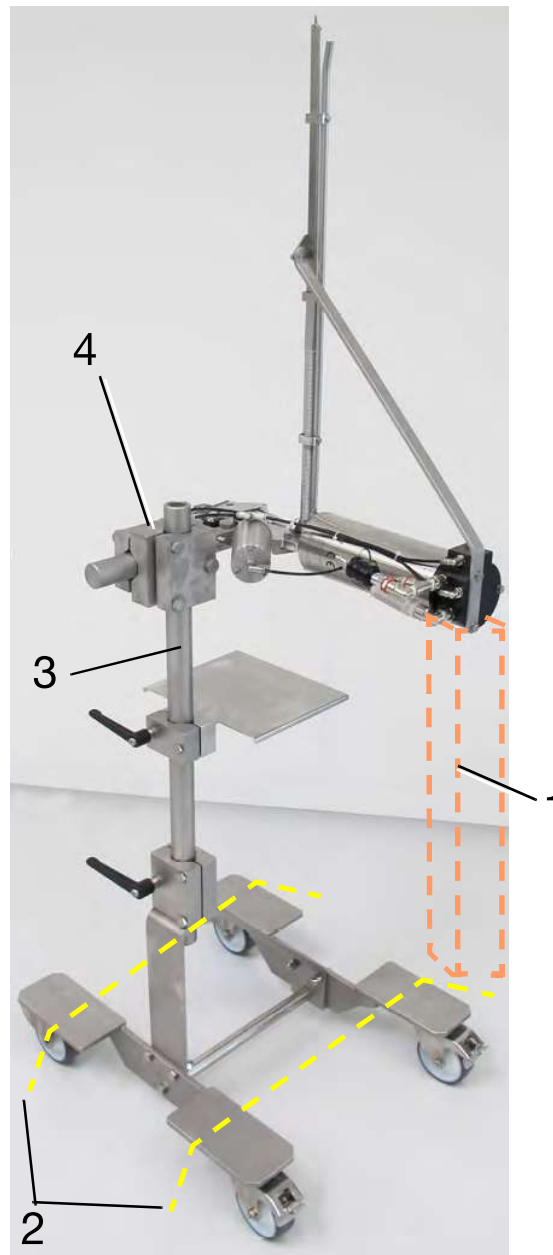

Bild 1-17 1 Stützbalken
- Maschinen in horizontaler Ausführung mit Rollgestell müssen von zwei Personen gehoben werden. Die Kreuzklemme (4, Bild 1-17) und das Rohr des Rollgestells (3, Bild 1-17) sind geeignete Punkte zum Anheben.
- Bei Maschinen in horizontaler Ausführung mit Rollgestell müssen die Feststellbremsen arretiert werden. Das Rohr des Rollgestells muss in der tiefsten Position arretiert werden, damit der Schwerpunkt möglichst tief liegt (Bild 1-16). Die Maschine muss kippsicher auf eine Palette geschraubt werden. Die Maschine muss mit Transportbändern (2, Bild 1-17) gesichert werden, die quer über die Basis des Rollgestells verlaufen. Der Clipzylinder muss am Ventilkopf mit einem Stützbalken (1, Bild 1-17) abgestützt werden, der mit Kabelbindern gesichert ist.